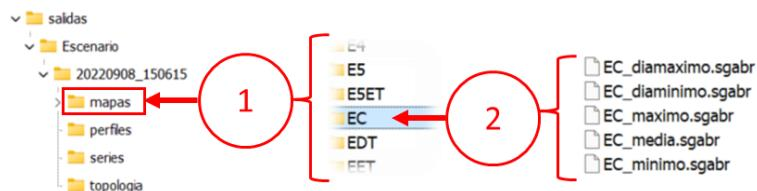

Figura 3-14 Mapas de resultados
En la carpeta de *mapas* de las salidas, se guarda una carpeta por cada una de las variables que se indicó en el muestreador de mapas (ver Figura 3-14 (1)). Cada carpeta contiene los mapas de valor medio (con el sufijo “*_media*”), valor máximo (con el sufijo “*_maximo*”), valor mínimo (con el sufijo “*_minimo*”), día en que ocurrió el máximo (con el sufijo “*_diamaximo*”), día en que ocurrió el mínimo (con el sufijo “*_diaminimo*”), y los archivos binarios en formato “.sgabr” de los mismos. En los mapas de día máximo y mínimo se almacena el día de la simulación en que se presentó el máximo valor de una variable en un pixel; son mapas de valores numéricicos de días desde el primero de enero del año 1900, que corresponden con los valores numéricos que se usan en los libros de Excel para representar fechas.